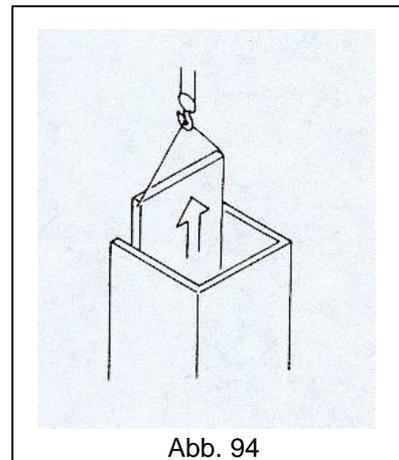

Abb. 94
- **NIEMALS** „geführte“ Lasten heben (Abb. 94).